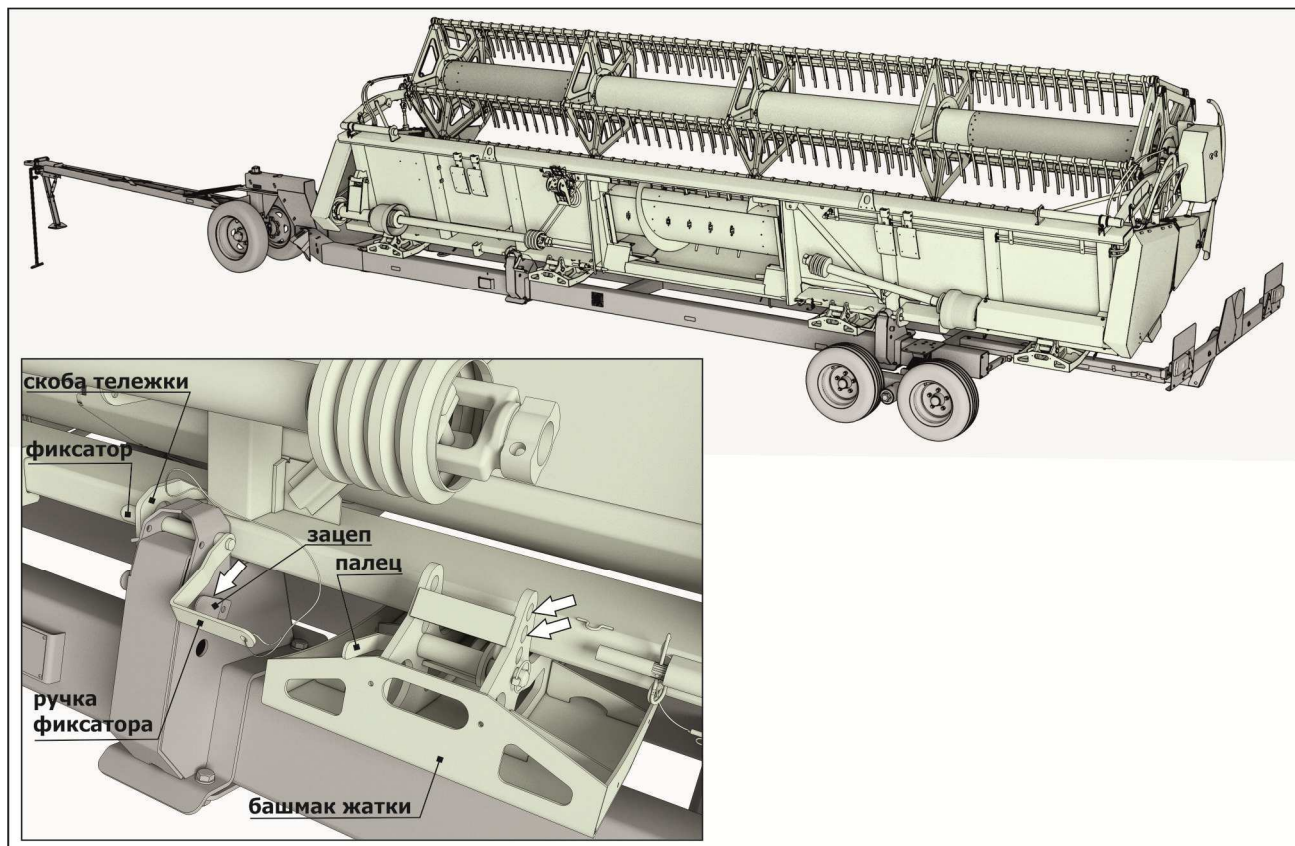

Рисунок 8.3 - Установка жатки на приспособление
8.2.1.2 Жатку необходимо установить на приспособление таким образом, чтобы фиксатор опор можно было свободно задвинуть в скобу жатки. Повернуть фиксатор, так чтобы ручка фиксатора зашла между зацепом и стеной опоры (см. рисунок 8.3) .
2) установить в крайнее заднее положение кронштейн фонарей приспособления (рисунок 8.3).
3) перевести башмаки (рисунок 8.3) в крайнее верхнее положение (перестановкой пальцев);
8.2.2.2 Жатку необходимо установить на приспособление таким образом, чтобы фиксатор опор (рисунок 8.3) можно было свободно задвинуть в скобу жатки. Повернуть фиксатор, так чтобы ручка фиксатора зашла между зацепом и стеной опоры.